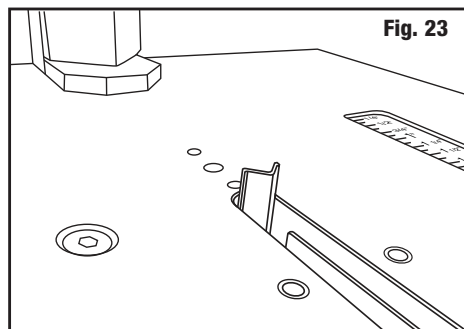

Fig. 23
3. Con el dedo índice, presione el empujador de grapas hacia arriba lo máximo posible. **(Fig. 23)**
3. Drücken Sie den Schieber mit dem Zeigefinger so weit wie möglich nach oben. **(Abb. 23)**